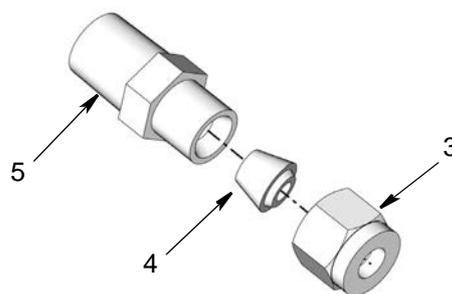

FIG. 2
3. Assembler les écrous du tube de manière relâché (3), virole du tube (4) et le raccord du tube (5) (FIG. 2).
- Assembler les écrous du tube de manière relâché (3), virole du tube (4) et le raccord du tube (5) (FIG. 2).